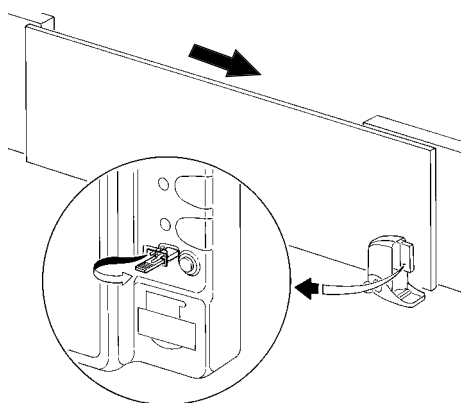
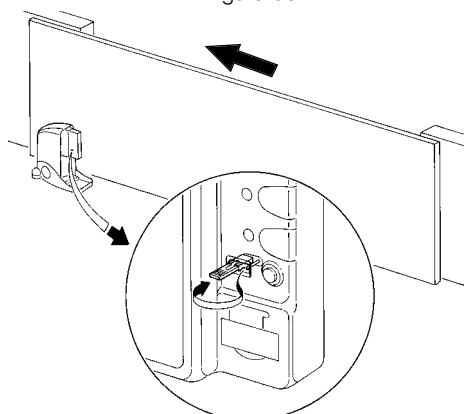

Figura 50
Figura 51
2 De acuerdo con la posición del motorreductor a derecha o izquierda, regule el puente para elegir la dirección de la maniobra de "Abrir", de acuerdo con aquello indicado en la figura 50 o figura 51.
- si la maniobra no es una apertura, presione nuevamente el botón para detener la maniobra e invierta la posición del puente de conexión (véase la figura 50 o la figura 51 en la página 15); luego repita el punto 2.